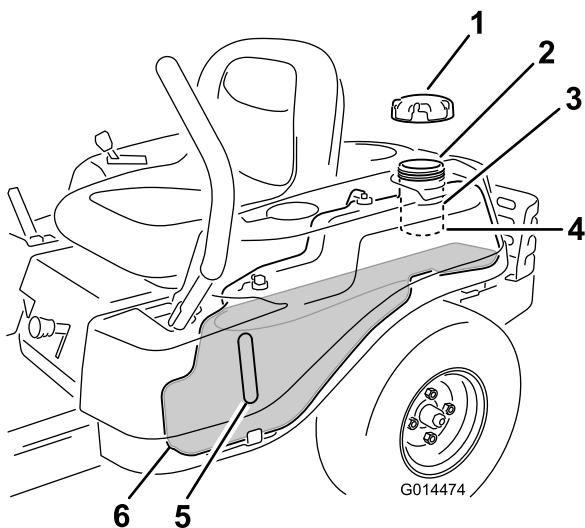

Figura 11
2. **Añada gasolina sin plomo lentamente**Figura 11 hasta que el combustible llegue a la base del cuello de llenado Ø.